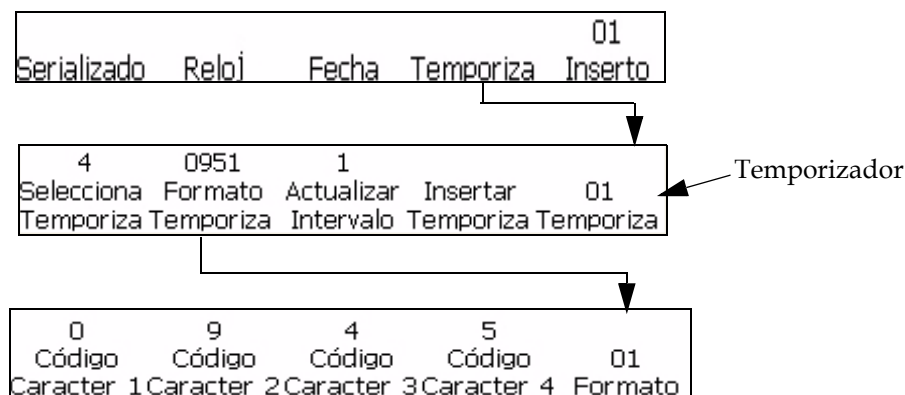

Figura 5-48: Marco <01 Temporizador>
- 1 Comience en el marco <01 Temporizador> (01 Edición > 02 Edición - Insertos > 01 Inserto - Temporizador > 01 Temporizador). Consulte la Figura 5-48.
- 5 Pulse la tecla F2 para seleccionar <Temporizador Formato>. El marco <01 Formato> aparecerá en la pantalla. Consulte la Figura 5-48 en la página 5-60.